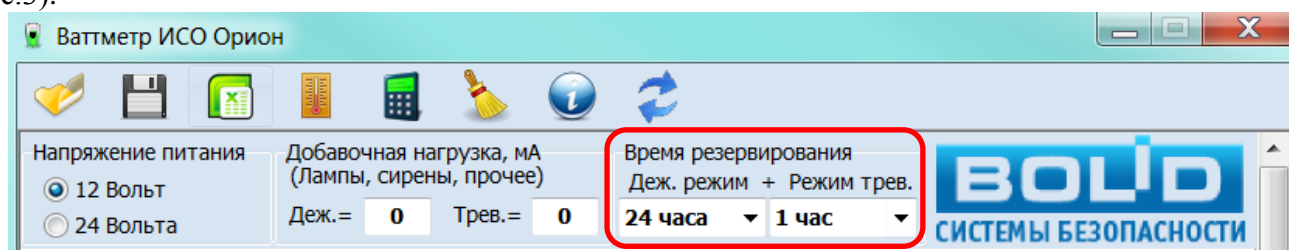

Рисунок 3. Выбор времени резервирования
4.2 Выбрать необходимое время резервирования в дежурном режиме и в режиме тревоги (рис.3).